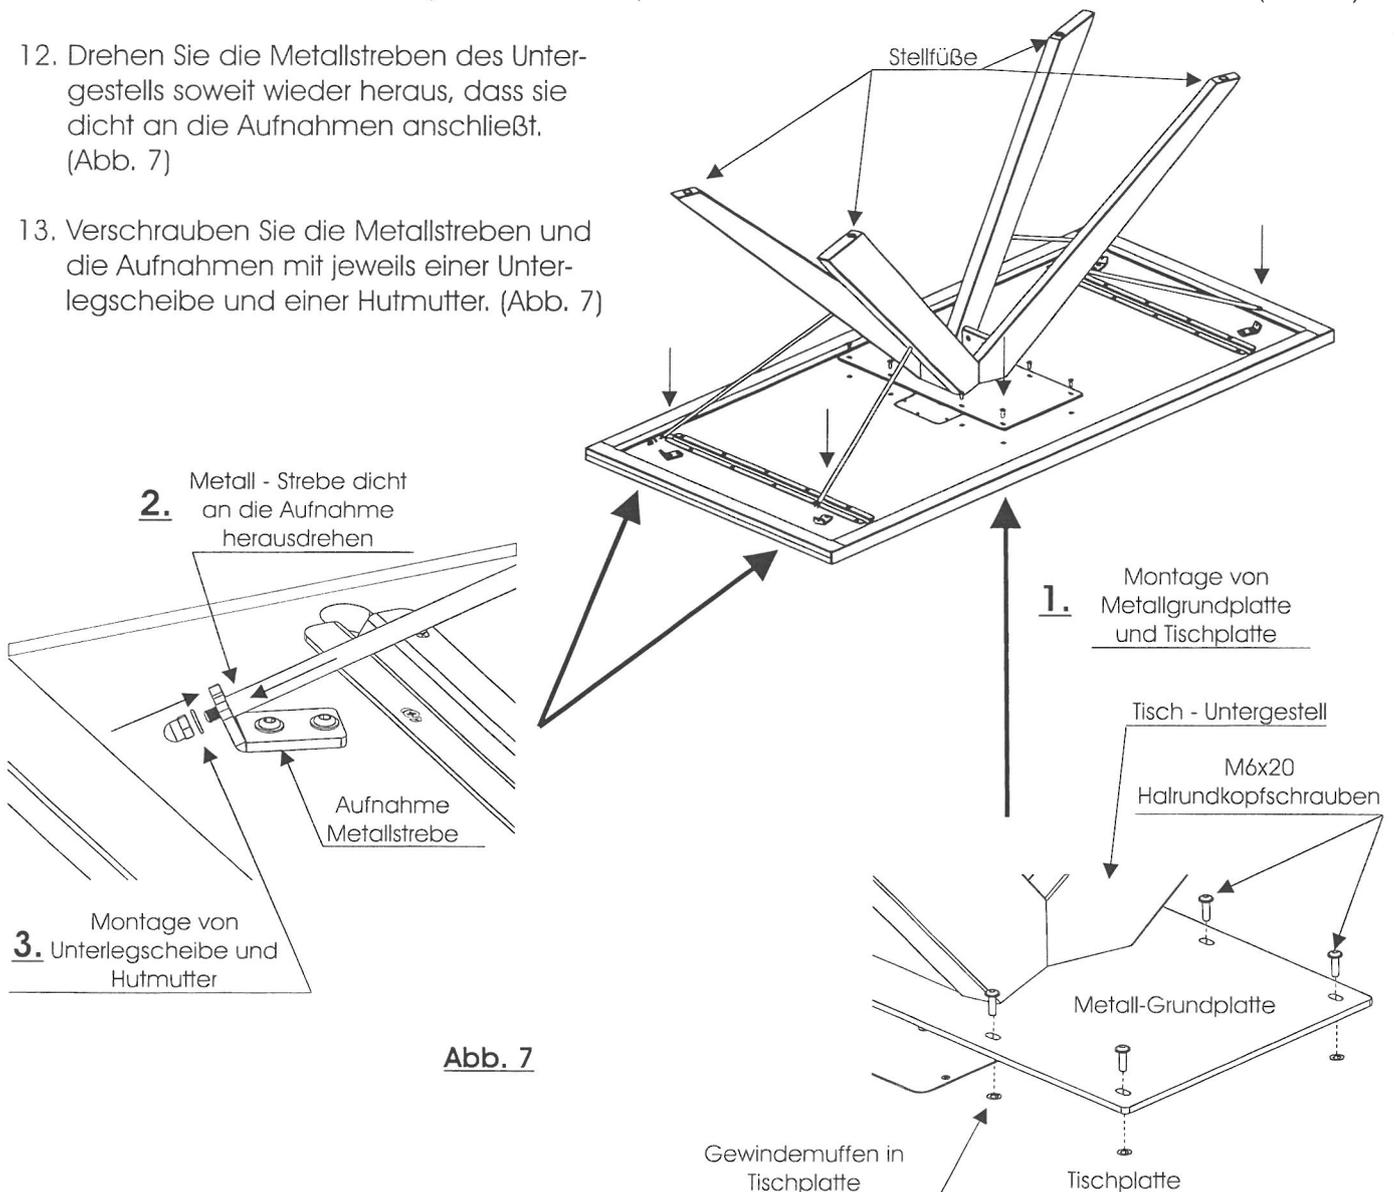

Abb. 7
10. Drehen Sie das Tisch - Untergestell und stellen es mittig auf die Unterseite der Tischplatte. Die Bohrungen der Metall - Grundplatte sollten hierbei mittig über die Gewindemuffen der Tischplatte positioniert sein. Die Metallstreben werden in die „U“ förmige Aussparung der bereits montierten Aufnahmen gesteckt. (Abb. 7)
11. Verbinden Sie Metall-Grundplatte und Tischplatte mit den M6x20mm Halbrundschräuben. (Abb. 7)
12. Drehen Sie die Metallstreben des Untergestells soweit wieder heraus, dass sie dicht an die Aufnahmen anschließen. (Abb. 7)
13. Verschrauben Sie die Metallstreben und die Aufnahmen mit jeweils einer Unterlegscheibe und einer Hutmutter. (Abb. 7)